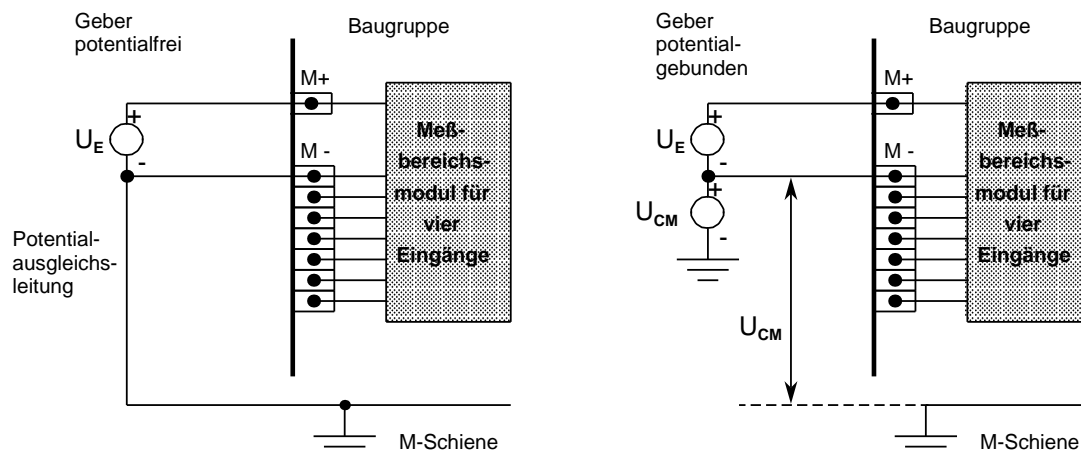

Bild 10.3 Anschluß von Meßwertgebern
**Beispiel:** Temperaturmessung auf einer Stromschiene mit einem isolierten Thermoelement. Der Meßkreis kann im ungünstigsten Fall ein Potential annehmen, das die Baugruppe zerstören würde; dies muß durch eine Potentialausgleichsleitung verhindert werden (Bild 10.3).